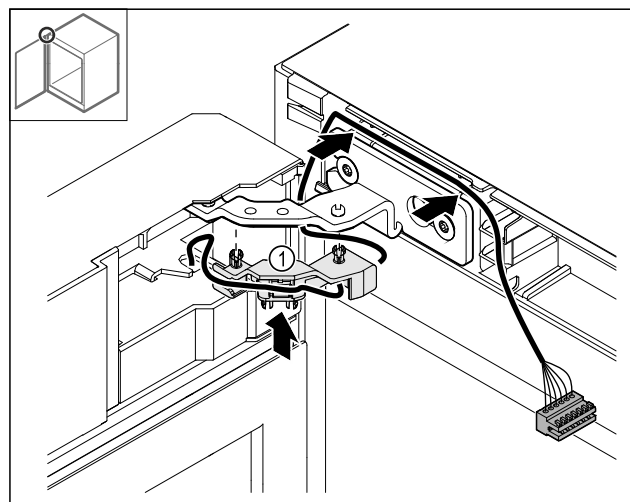

Fig. 48
- ▶ Вдавите держатель кабеля Fig. 48 (1) в шарнир.